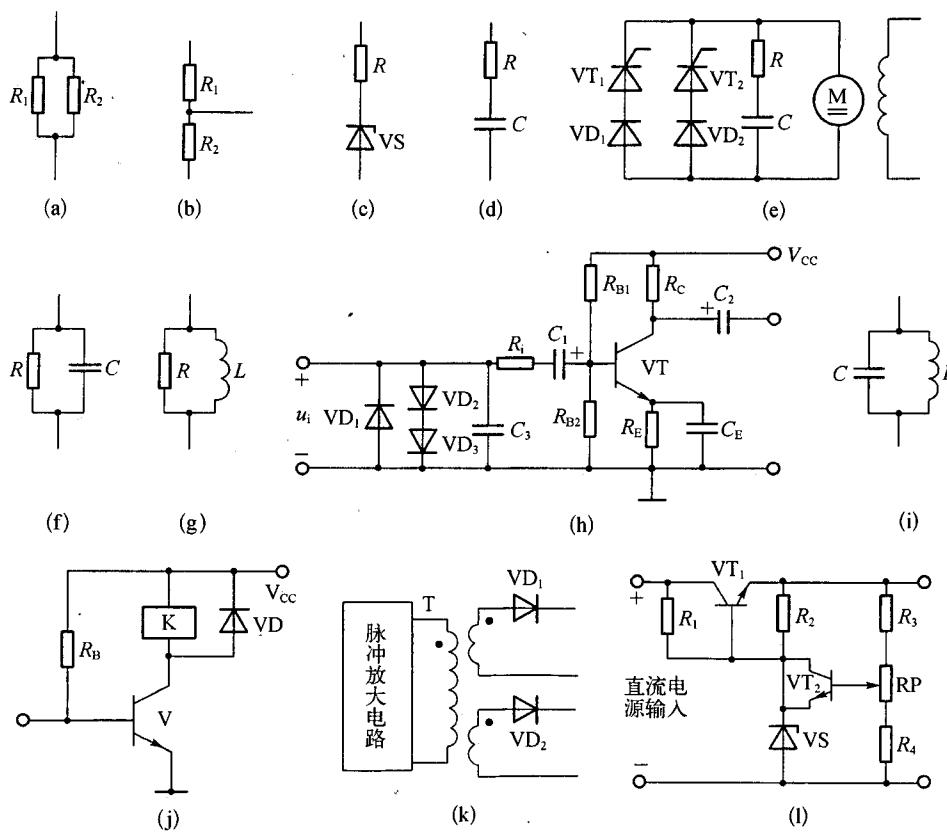

图 1-8 各分立元件在电子电路中的作用
(1) 电阻 电阻在电路中主要起限流、分压、产生电压降等作用。
① 电阻与电阻在电路中并联连接一般是为了增大电阻的功率,如图 1-8(a)所示。
② 电阻与电阻串联连接并从中间引出抽头,一般情况下是为了得到电阻上的分压,如图 1-8(b)所示。
③ 电阻与稳压二极管串联连接,为稳压二极管的限流电阻,如图 1-8(c)所示。
④ 电阻与电容串联连接组成微分电路。在这里电阻为电容器的充电限流电阻,充电常数由  $RC$  的乘积决定,如图 1-8(d)所示。而微分电路如果与二极管或双向晶闸管等晶体管器件并联连接,且电路中有电感性负载,则微分电路在电路中起阻容吸收的作用,即吸收电感器由于在开机、关机一瞬间产生较高的感应电动势,保护晶体管器件不因太高的感应电动势而击穿损坏,如图 1-8(e)所示。
⑤ 电阻与电容器并联连接,一般情况下为电容器的放电电阻,放电常数也由  $RC$  决定,如图 1-8(f)所示。
⑥ 电阻与电感并联连接,电阻为电感的放电电阻,如图 1-8(g)所示。
⑦ 在放大电路中,电阻与晶体管基极相连,一般情况下为晶体管基极偏置电阻;与集电极串接则为集电极负载电阻;与发射极串接则为发射极电阻,
如图 1-8(h)所示。在图 1-8(h)中,电阻  $R_{B1}$ 、 $R_{B2}$  为晶体管基极偏置电阻; 电阻  $R_C$  为集电极负载电阻; 电阻  $R_E$  为发射极电阻。
(2) 电容器 电容器在电路中的主要作用是储能、滤波等。它的特点是通交流、隔直流。
① 电容器与电感并联连接组成谐振电路(LC 振荡电路), 如图 1-8(i)所示。
② 电容器与晶体管放大电路的输入、输出端连接, 电容器起输入、输出耦合作用, 如图 1-8(h)。在图 1-8(h)中, 电容器  $C_1$  为输入耦合电容器; 电容器  $C_2$  为输出耦合电容器。
③ 电容器与晶体管的发射极串接, 一般情况下起交流旁路的作用, 如图 1-8(h)所示。在图 1-8(h)中, 电容器  $C_E$  为交流旁路电容器。
④ 在放大电路的输入端, 电容与输入信号并接, 一般起抗干扰信号的作用, 如图 1-8(h)所示。在图 1-8(h)中, 电容器  $C_3$  为输入端抗干扰电容器。
(3) 电感器 电感器在电路中的作用为滤波、储能。电感器的主要特点是通直流、隔交流。
(4) 二极管 二极管在电路中的主要作用为整流。
① 与电感线圈并联连接, 起到续流的作用, 以防止电感器在断电时, 电感器中的反向自感电动势对电路中的晶体管器件造成危害, 如图 1-8(j)所示。
② 与放大电路的输入信号并联接入晶体管的基极端, 起到输入电路的限幅和钳位的作用, 如图 1-8(h)所示。在图 1-8(h)中, 二极管  $VD_1$  为反向限幅二极管; 二极管  $VD_2$ 、 $VD_3$  为正向限幅二极管。
③ 接在脉冲变压器的二次侧, 起到止逆流的作用, 如图 1-8(k)所示。在图 1-8(k)中, 二极管  $VD_1$ 、 $VD_2$  为止逆流二极管。它的作用是防止触发脉冲信号从峰值下降时, 防止感生的反极性电动势作用在单向晶闸管的门极上, 引起晶闸管误触发。
(5) 晶体管 晶体管在电路中的主要作用为放大信号。
① 晶体管在电路中可构成各种放大电路。例如: 共发射极电路、共集电极电路、共基极电路等。
② 晶体管在电路中可起到非线性电阻的作用。例如: 在恒流电路和串联型直流稳压电源中等。图 1-8(l)中晶体管  $VT_1$  在电路中为调整管, 通过调整电位器  $RP$  的值, 可改变晶体管  $VT_1$  基极的电位, 从而改变晶体管  $VT_1$  集电极 C 与发射极 E 的压降, 起到非线性电阻的作用。
(6) 场效应晶体管 场效应晶体管在电路中的作用与晶体管相同, 即放大作用和非线性电阻的作用。除此之外, 场效应晶体管还有一个显著的特点就是输入电阻高。
(7) 变压器 变压器在电路中的主要作用是能量的转换。它的具体作用是作为电路的电源变压器、放大电路级间信号耦合、脉冲变压器及阻抗匹配。